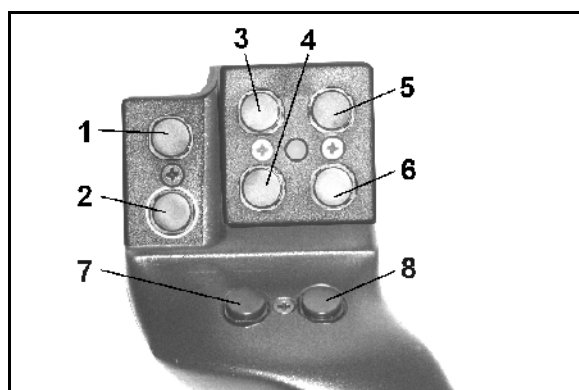
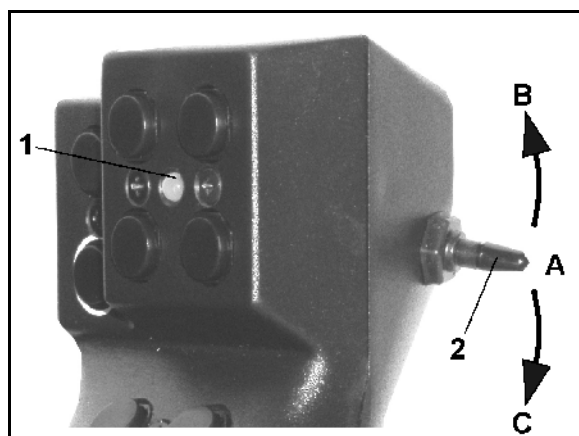

Fig. 71
Fig. 72
Pentru operarea **AMATRON⁺**, maneta multifuncțională (Fig. 71) are la dispoziție 8 taste (1 - 8). Suplimentar, cu ajutorul comutatorului (Fig. 72/2), alocarea tastelor poate fi modificată în 3 moduri.
- poziție centrală (Fig. 72/A) și poate fi acționat
- în sus (Fig. 72/B) sau
- în jos (Fig. 72/C).
Poziția comutatorului este indicată de o lampă LED (Fig. 72/1).